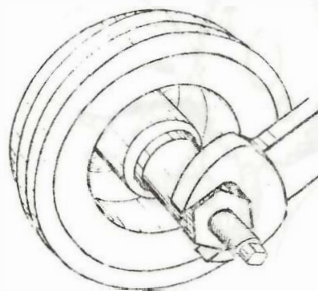

Fig. 22
- b. Instale al amortiguador de vibraciones el tornillo de fijación (fig. 22) y apriete al torque especificado.